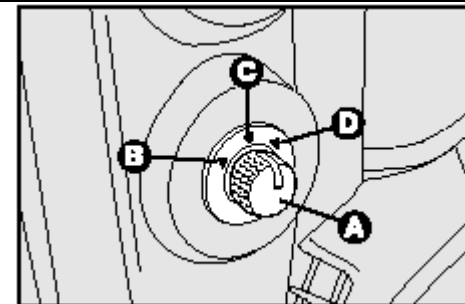

рис. 41
- С помощью кнопки **А** – рис. 41 выберите зеркало (левое или правое), которое Вы хотите отрегулировать;